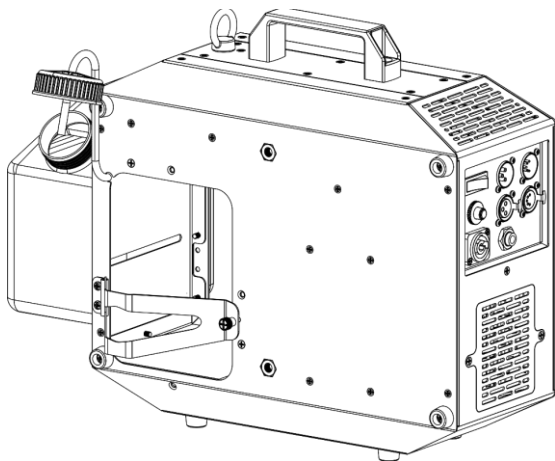

Fig. 18
- 13) Schuif de slang in het gat, zoals getoond in Fig. 18.